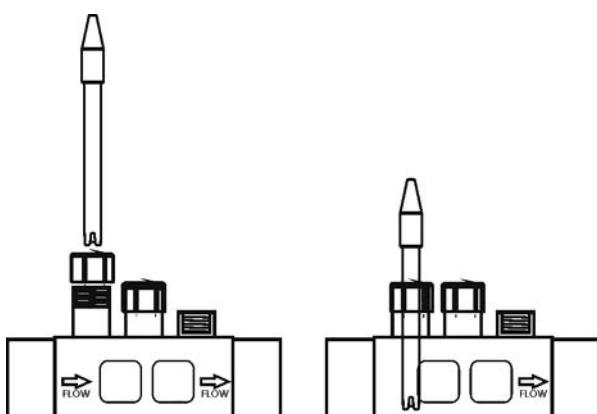

Fig. 12
1. Inserir o sensore de pH fornecido com o equipamento no correspondente compartimento do porta-sondas (Fig. 12).